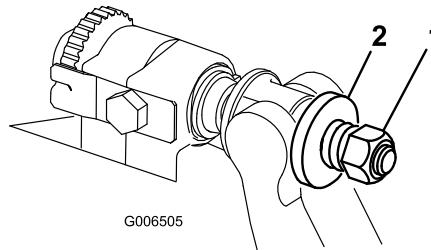

Figure 32
- Serrez l'écrou de tension du ressort jusqu'à ce que les spires soient jointives, puis desserrez-le de 1/2 tour (Figure 32).